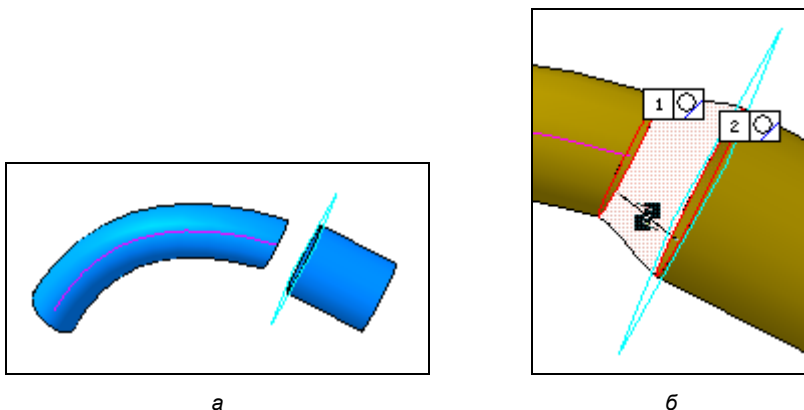

Рис. 8.1. Две поверхности (а) и фантом поверхности соединения (б)
Команда **Поверхность соединения** позволяет построить поверхность, соединяющую две грани разных поверхностей. Для построения поверхности соединения постройте кинематическую поверхность и поверхность выдавливания на любом расстоянии, как на рис. 8.1, а.
- ◆ для завершения построения поверхности соединения нажмите кнопку **Создать объект** . Автоматически в Дереве модели появится операция **Поверхность соединения**. У вас должен получиться результат, подобный представленному на рис. 8.1, б.